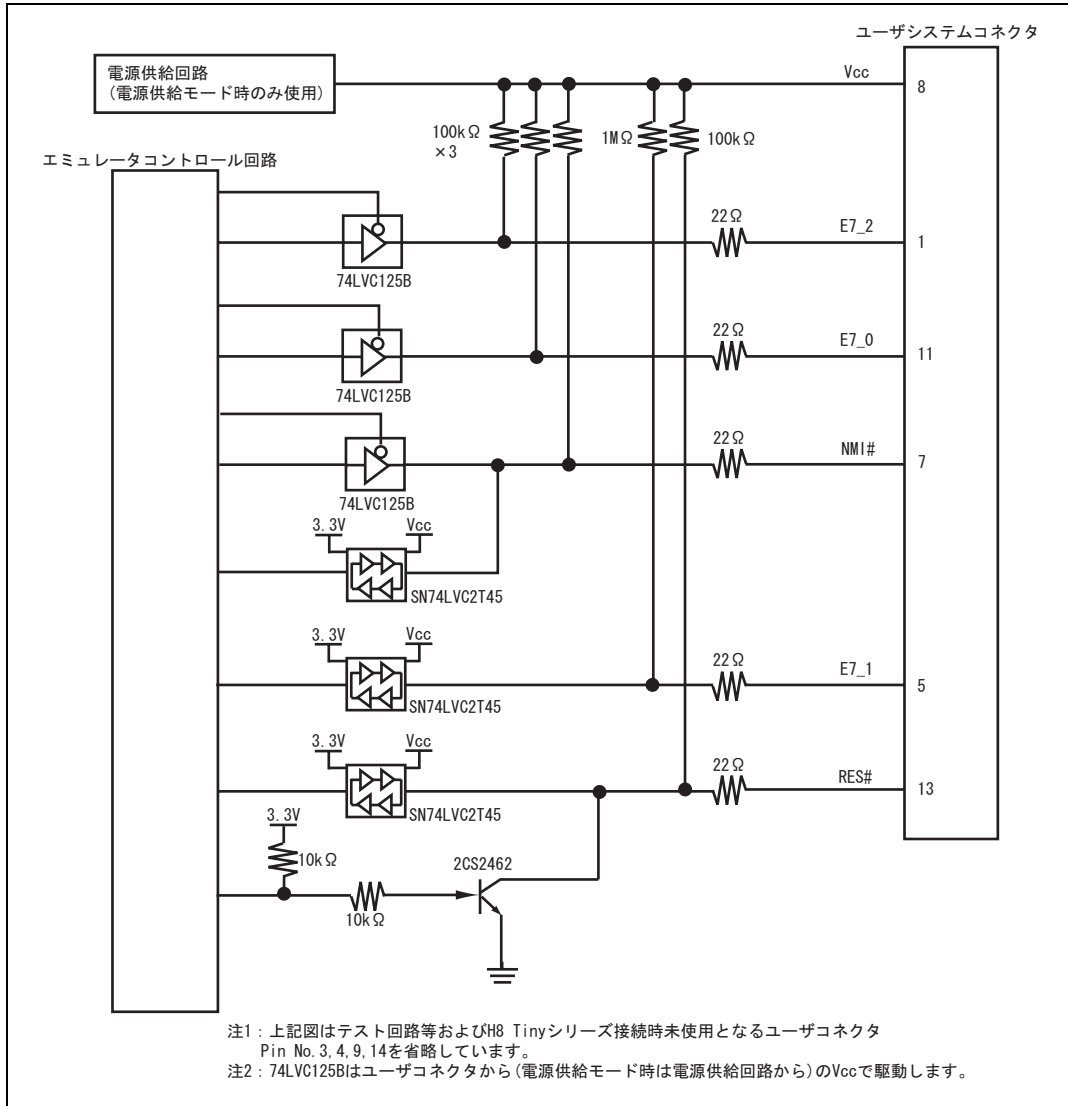

図 4.6 E8a エミュレータ内インタフェース回路 (参考)
9. 図 4.6 に E8a エミュレータ内インタフェース回路を示します。プルアップ抵抗の値などを決定するときに参考にしてください。